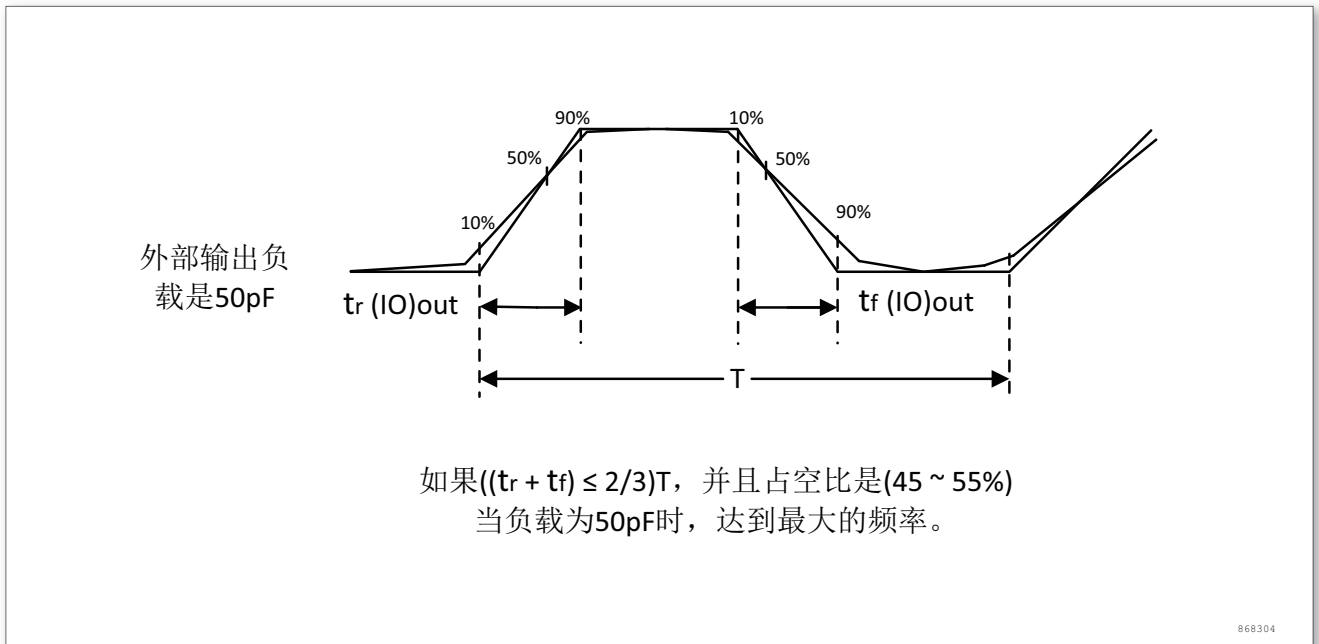

图 12. 输入输出交流特性定义
输入输出交流特性的定义和数值分别在图 12和表 33给出。
2. 最大频率在图 12中定义。